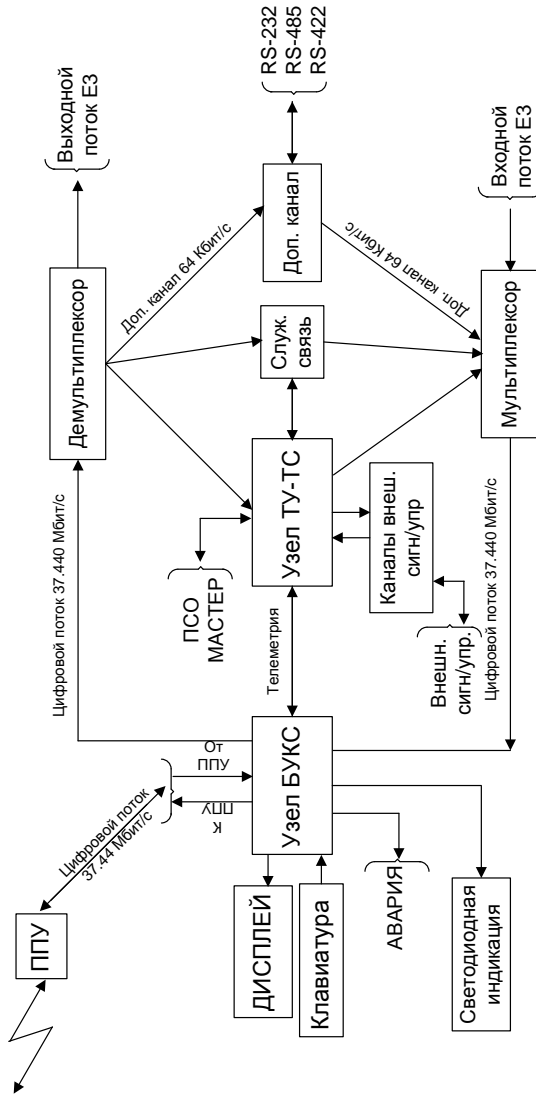

Рисунок 1.2 – Структурная схема модуля доступа МД-1
- 1 Объяснить назначение каждого из блоков модуля доступа первого уровня МД 1 (МД1-1-В34-К11) (используя рисунок 1.2 и 1.3).
- 2 Описать путь прохождения цифрового сигнала с пояснениями преобразований в каждом блоке (используя рисунок 1.2 и 1.3).